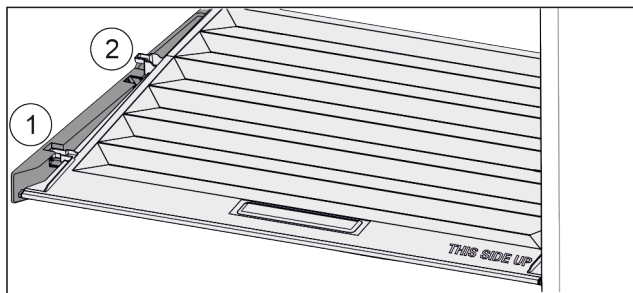

Fig. 149
- ▶ Trageți capacul în față Fig. 149 (1) până la orificiul din piesele suportului.
- ▶ Ridicați în spate de jos și scoateți Fig. 149 (2) în sus.